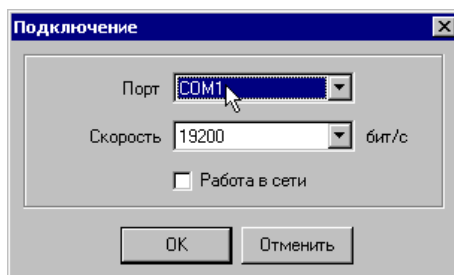

Рис. 1
3.1.1. При первой загрузке «Программа коммуникации» предложит настроить порт для связи с контроллером, регистратором или устройством считывания (рис. 1).